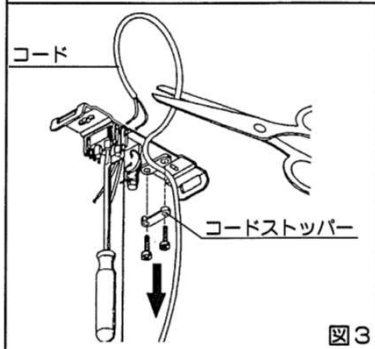

図3
3. コードストッパーをゆるめて、コードをワイヤーより長めにした状態でカットしてください。(図3)